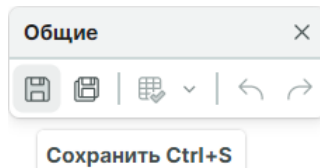

Рис. 5 Сохранение изменений
5. Сохраните изменения, нажав «Сохранить» или «Сохранить все» на панели инструментов «Общие», см. Рис. 5.